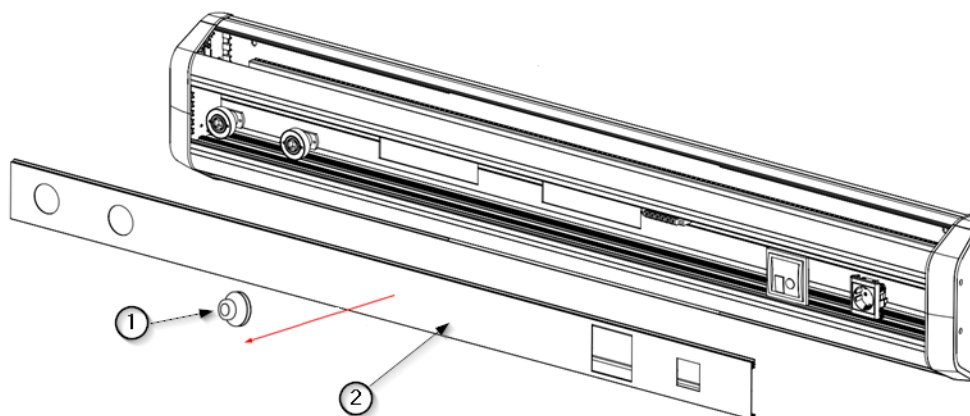

Fig.5 Démontage du couvercle central de la rampe à gaz
- Retirez le couvercle avant ② à l'aide de la ventouse ① comme indiqué dans la figure 5 pour révéler les entrées de gaz préinstallées sur l'appareil.
- Fixez l'appareil aux deux points d'ancrage supérieurs ① comme indiqué dans la figure 5 sans serrer définitivement, mais seulement de manière à fixer l'appareil à la surface de montage avec les vis appropriées.